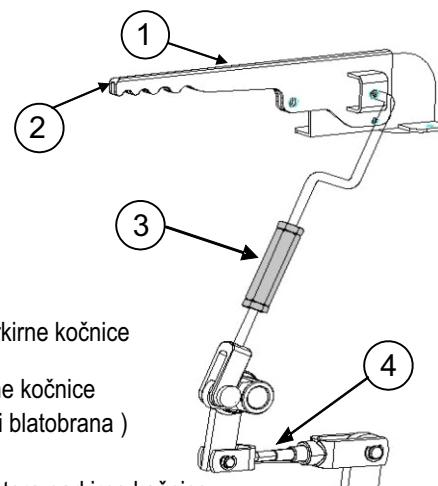

Fig. 5-19
#### Parkirna kočnica - Fig.5-19
Kada jednom podesite pedale kočnica, podesite i prazan hod parkirne kočnice pomoću navrtke regulatora (3) (Fig.5-19) na kontrolnom spoju na levoj strani traktora, tako da se parkirna kočnica aktivira nakon 7 klikova ustavljačkog točka, koji se osećaju na dugmetu (2) poluge.